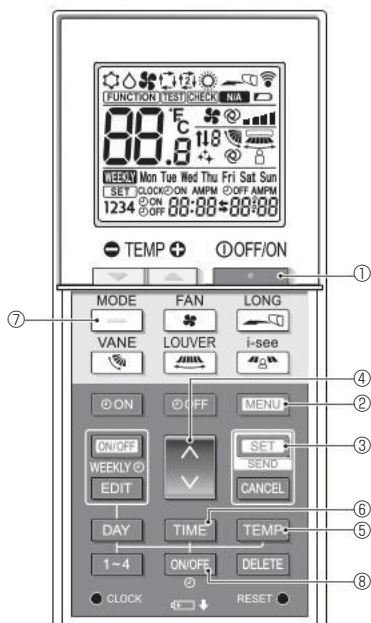

Fig. 7-9
1. Πατήστε το κουμπί **SET** ① για να σταματήσετε το κλιματιστικό.
2. Πατήστε το κουμπί **MENU** ②. Θα εμφανιστεί η οθόνη ρύθμισης λειτουργίας και θα αναβοσβήσει ο αρ. Λειτουργίας ④. (Fig. 7-9)